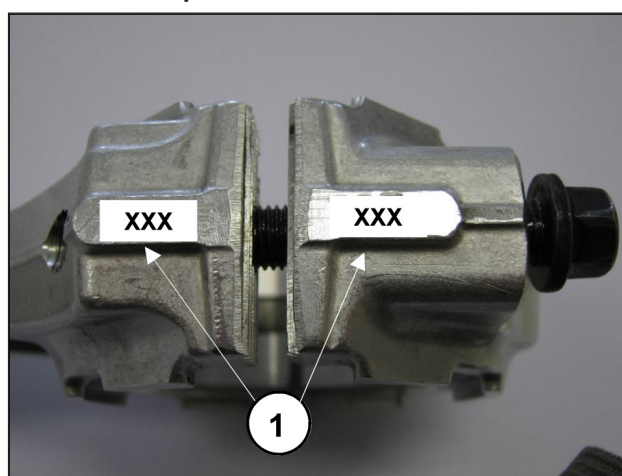

Fig. 9
- Emparelhe as tampas de biela em suas relativas hastes, referindo-se à numeração (Fig. 9, pos. ①). **Preste atenção na direção correta da montagem das tampas.**